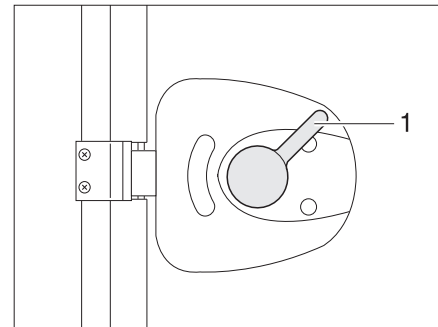

Fig. 23 Cerradura de la puerta de entrada, en el interior, bloqueada
- Presionar hacia arriba unos 45° el tirador de la puerta (Fig. 23,1) y dejarlo en esta posición.